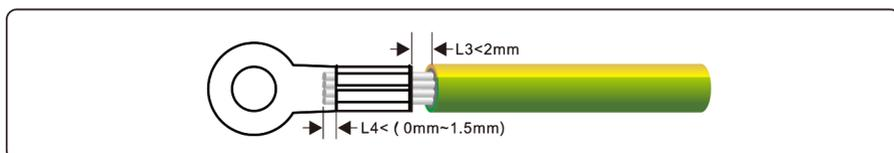

Figura 5.2 Crimpando um cabo (unidade, mm)
Passo 2 Insira os fios do núcleo expostos nas áreas de crimpagem do terminal OT e crimpe-os usando um alicate hidráulico, como mostra a Figura 5.2.